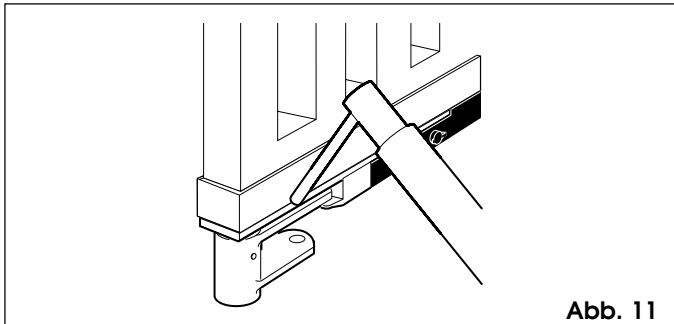

Abb. 11
- 3) Führungsbügel sachgerecht an Lagerbügel schweißen (Abb. 11).